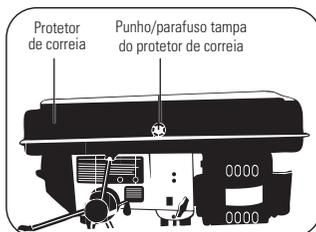

FIGURA 8.9
- Utilize uma chave Phillips para apertar devidamente o parafuso e o punho (Figura 8.9).